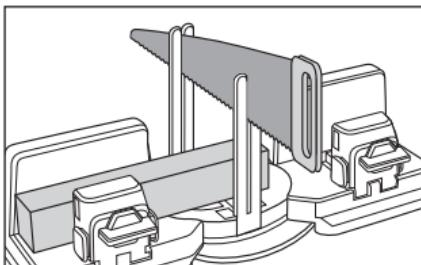

Fig. 7
- ◆ D'une main, retenez le produit fermement par un bras mobile ①.
- ◆ Avec l'autre main, glissez la scie par le haut dans les barres de guidage ⑦ (voir fig. 7).